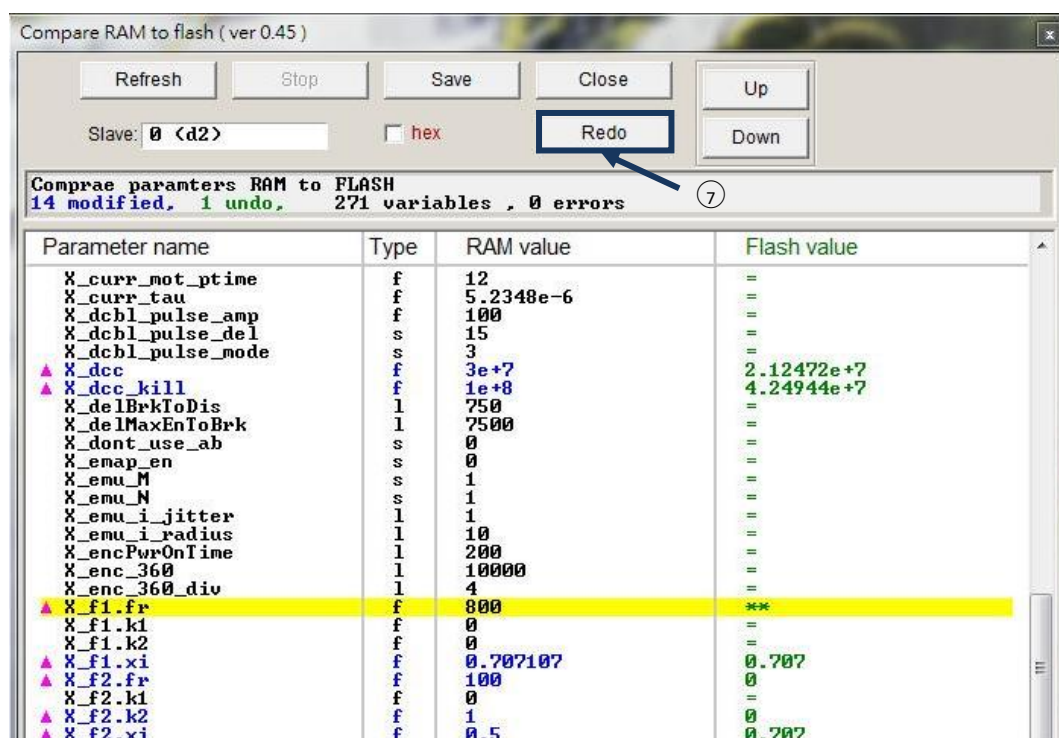

図 11.1.3
- (1) =: Flash のパラメーターは RAM と同じである。
- (2) **: パラメーターは “Undo” を実行し図 11.1.3. に示すように RAM 中の数値は Flash 中の数値に変更された。